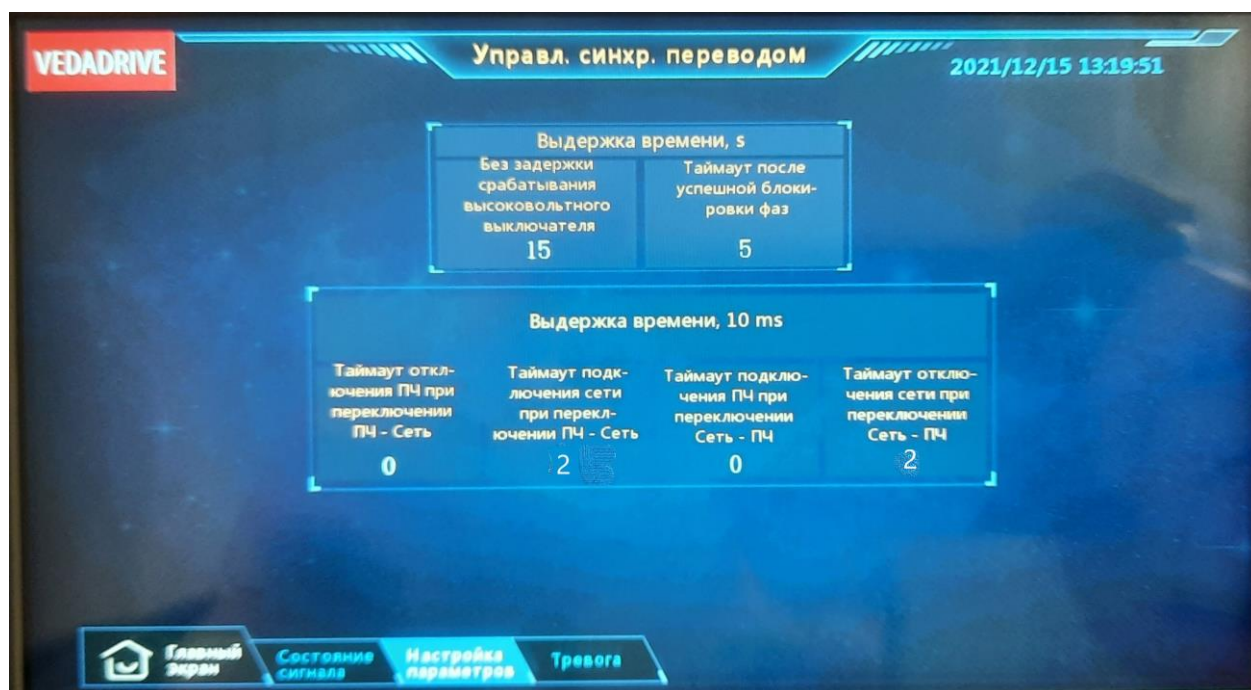

Рис. 6.17 – Окно настройка параметров системы синхронизации с сетью
- Настройка параметров (см. рис. 6.17);
В окне настройки параметров (см. рис. 6.17) можно выставить уставки таймаутов реакции системы на входные дискретные сигналы. Запрещается менять данные уставки без предварительного согласования.
Рекомендуемое значение параметров приведено на рис. 6.17., значение параметров: